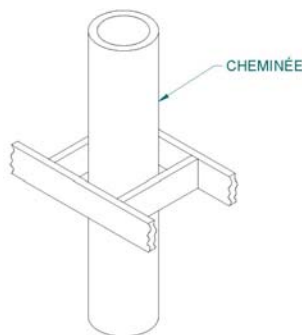

Figure 32
1. Coupez les trous dans les plafonds et planchers que traversera la cheminée et dans le toit et installez-y des protecteurs de chevrons (voir Figure 32). Utilisez une ligne à plomb pour aligner les centres des trous. Assurez-vous que la dimension des trous dans les planchers et les plafonds est conforme aux instructions du fabricant de la cheminée.
5. En vous plaçant en dessous, installez un coupe-feu fourni par le fabricant de la cheminée (voir Figure 32).